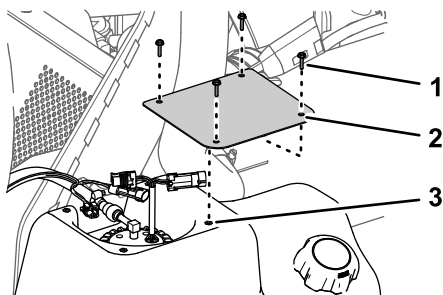

図 77
2. 燃料タンク部分で、カバーを燃料タンクに固定しているねじ#10 x ¾"4本を外して、カバーを取り外す 図 77。